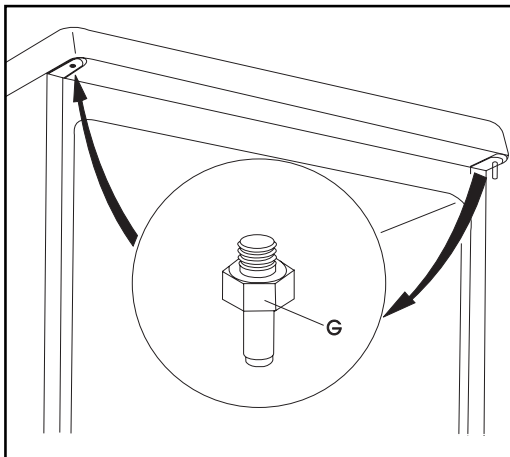

Abb.3
- Den oberen Scharnierbolzen (G) herausdrehen und von der anderen Seite wieder eindrehen. (Abb.3)